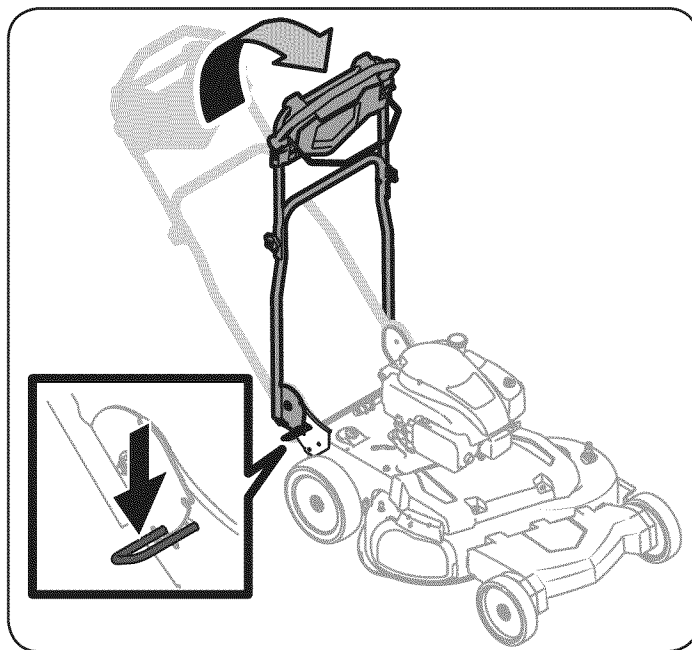

Figura 2
- Oprima la palanca de ajuste de la manija y gire la manija hasta la posición de almacenamiento. Vea la Figura 2.